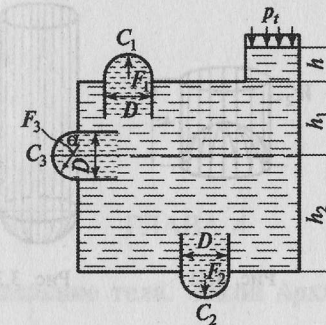

Рис. 3.29
**Задача 3.29.** Закрытый резервуар содержит бензин (рис. 3.29) плотностью  $\rho = 950$  кг/м3. Напряжение насыщенного пара  $p_t = 70$  мм рт.ст. Имеются три полусферические крышки диаметром  $D = 0,35$  м. Зная высоты  $h = 0,8$  м,  $h_1 = 1$  м и  $h_2 = 1,8$  м, найти вертикальную и горизонтальную составляющие, а также равнодействующую силу, действующую на болты крышек; координату центра давления.